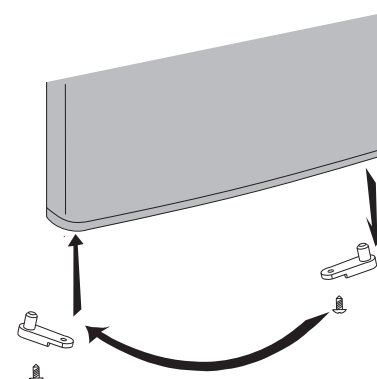

Figure 6
- 6 Déplacez l'arrêt de porte; lequel est situé sur le côté droit de la porte sur le côté gauche comme illustré dans Figure 6. Si votre appareil dote deux (2) arrêts de porte; un sur chaque côté, cette étape n'est pas nécessaire. Installez la porte sur la charnière inférieure qui est située sur le côté gauche.